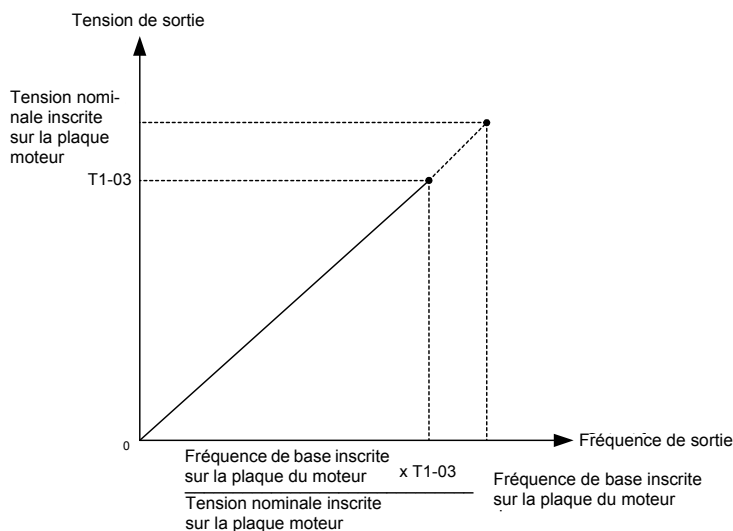

Fig. 4.3 Configuration de la fréquence de base du moteur et de la tension d'entrée du variateur
- Si la tension nominale du moteur est supérieure à la tension d'alimentation, baisser la tension de base comme indiqué à la Fig. 4.3 pour empêcher la saturation de la tension de sortie du variateur. Procédez comme suit pour l'autotuning :